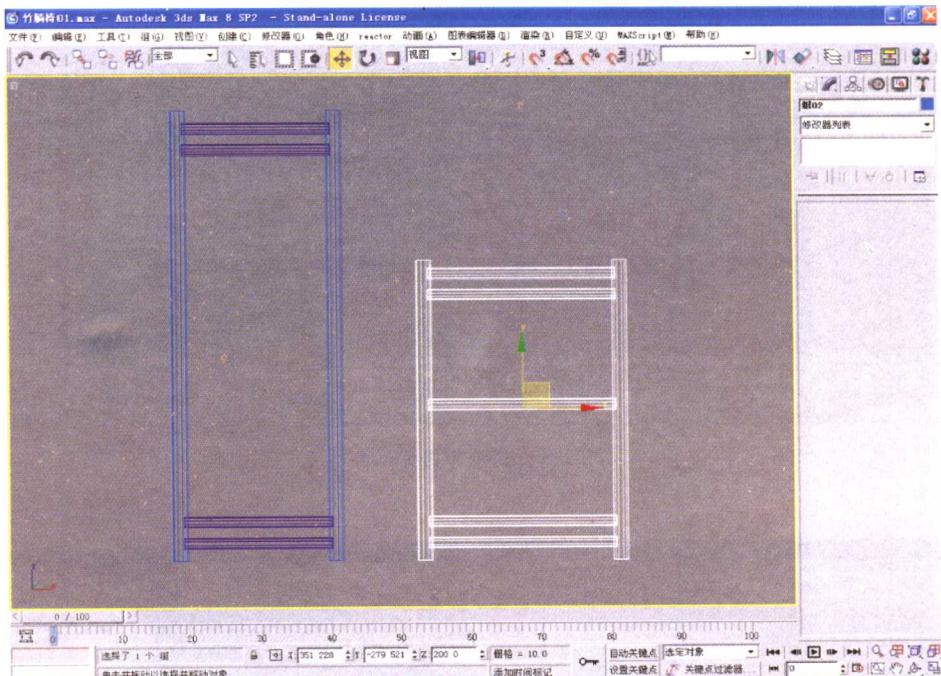

图 1-8 创建另一组圆柱体
(7) 在前视图中框选所有的圆柱体，按住 Shift 键，向右拖动并释放光标，在弹出的【克隆选项】对话框中选取【复制】选项，然后单击【确定】按钮，复制出一组圆柱体。在复制出的这组圆柱体中，选取较长的一个圆柱体，进入【修改】面板，在【参数】卷展栏中，设置【半径】值为 9、【高度】值为 400；再在该组圆柱体中选取较短的一个圆柱体，设置【半径】值为 7、【高度】值为 240，接着按住 Shift 键并单击该圆柱体，然后再以【实例】的方式复制出一个新的圆柱体来，将其沿 Y 轴移动到两个较长圆柱体的中间位置。最后将该组圆柱体调整成如图 1-8 所示的形状。